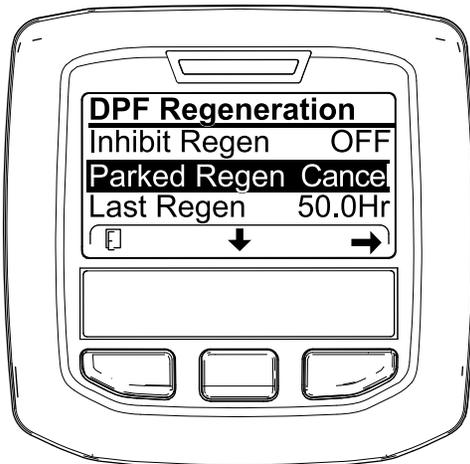
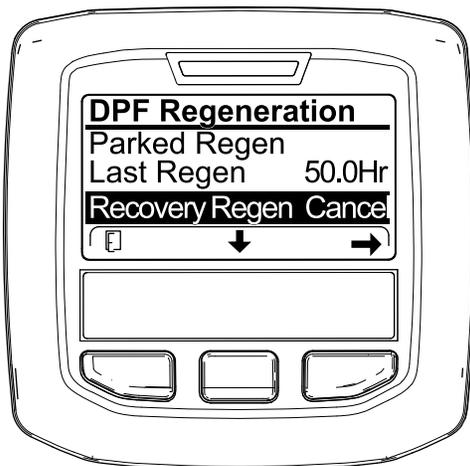

図 88
図 89
1. DPF 再生メニューにアクセスする 図 88。
2. 中央ボタンを押して下へスクロールし、駐車再生キャンセル PARKED REGEN CANCEL (図 88) またはやりかばり再生キャンセル RECOVERY REGEN CANCEL を選ぶ 図 89。
3. 右ボタンを押すと再生キャンセルに Regen Cancel に入る 図 88 または 図 89。